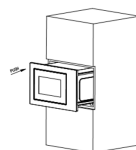

Fig 1
1. Coloque o micro-ondas no armário embutido e empurre-o para a frente até ao fim. (Fig. 1)